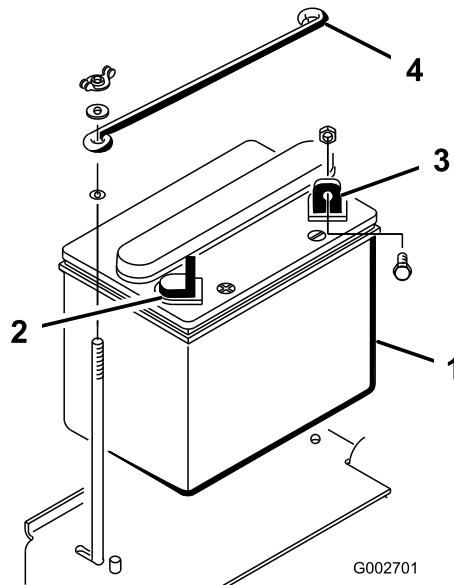

図 5
- マイナス端子を車体後方に向けてバッテリーを車体に載せる(図5)。